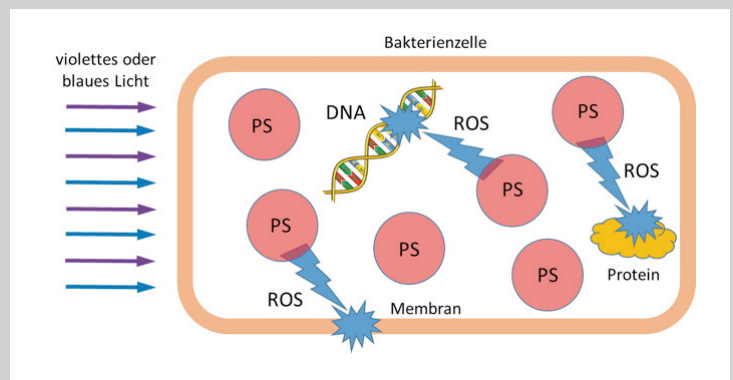

Abb. 2: Antimikrobieller Wirkungsmechanismus von blauem und violetttem Licht9
Die hervorragenden Desinfektionseigenschaften von ultravioletter Strahlung (UV), besonders im kurzwelligen UVC-Bereich (200–280 nm), sind allgemein bekannt. Leider ist dieses UV-Licht aber auch mit einer potentiellen Schädigung menschlicher Zellen verbunden. Sichtbares Licht stellt dagegen für den Menschen eine deutliche geringere Belastung dar, kann aber bei ausreichender Dosis alle relevanten nosokomialen Erreger („Krankenhauskeime“) inaktivieren6. Die Wirkungsweise wird in Abb. 2 dargestellt: Mikroorganismen enthalten natürlicherweise sogenannte Photosensitizer (PS), wie Porphyrine und Flavine, die kurzwelliges sichtbares (blaues und violettes) Licht absorbieren und in Anwesenheit von Sauerstoff „reaktive Sauerstoffspezies“ (ROS) wie  $^1\text{O}_2$ ,  $\text{O}_2^{\cdot-}$ ,  $\text{H}_2\text{O}_2$  und  $\text{HO}^{\cdot}$